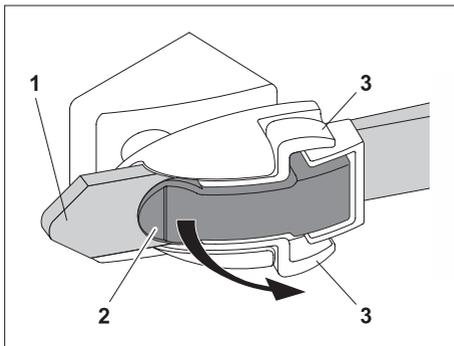

Fig. 37: Antena de esferas marcadoras – Cadeado da cinta de amarração
2. Desaperte a cinta de amarração (fig. 37).